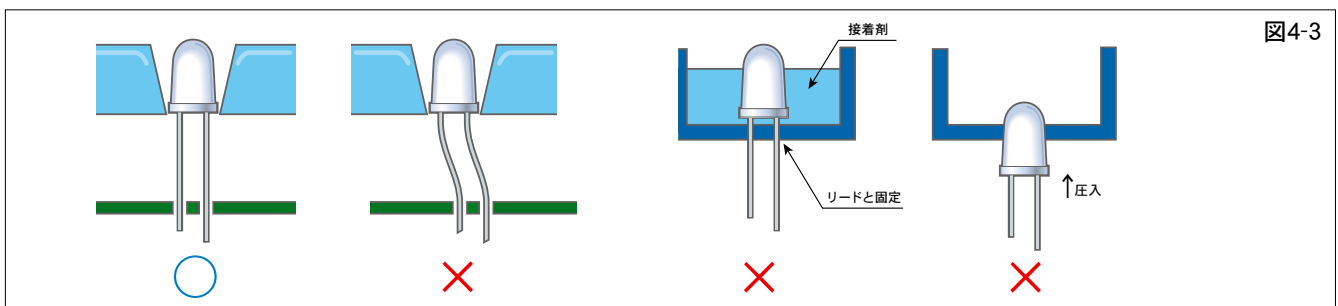

図4-3
- ③ケース等を用いての位置決めは、ケース・基板・LED寸法公差を考慮のうえリードに応力が加わらないように配慮してください。また、LEDをケース等に入れてご使用になる場合、LEDとケースの固定はリード部分で行い、LED樹脂部とケースを圧入や接着剤で固定する方法は避けてください。（図4-3）